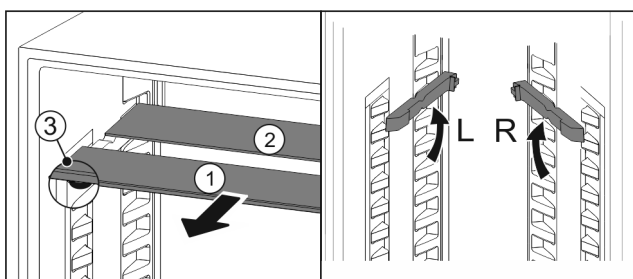

Fig. 29
- ▶ 将玻璃隔板逐个向前拉出 Fig. 29 (1)。
- ▷ 带装饰条的玻璃隔板 Fig. 29 (1)在前。
- ▷ 阻挡装置 Fig. 29 (3)指向下方。